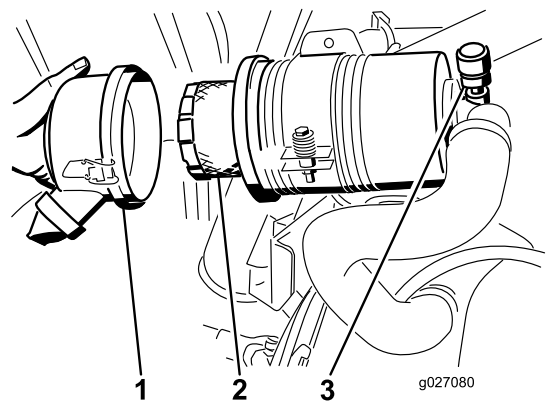

Рисунок 54
4. Снимите и замените фильтр (Рисунок 54).